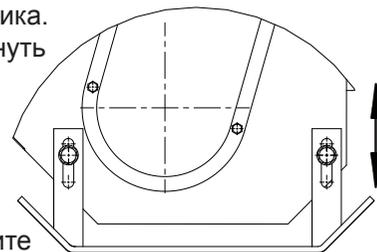

рис. 3
3. В зависимости от степени неровности поверхности обрабатываемого участка местности, необходимо провести регулировку высоты корпуса снегоуборщика на полозьях. Это необходимо для предотвращения повреждения винтового вала. Чем больше неровность поверхности, тем выше необходимо поднять корпус снегоуборщика. После регулировки необходимо надежно затянуть крепеж полозьев (рис. 3).